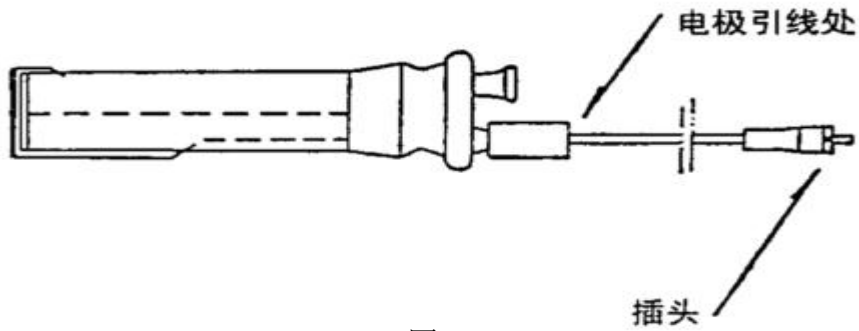

图 2
- 1、 在使用前，把滴定池所有的玻璃口打开，滴定池、干燥管、密封塞可用水清洗。清洗后放在大约 80℃的烘箱内烘干，然后自然冷却。注意阴极室、测量电极不能用水清洗，可用丙酮、甲醇等有机溶剂进行清洗，清洗后用吹风机吹干。清洗时应注意，不要清洗到电极引线处（见图 2），否则在测定试样过程中会造成测量误差。